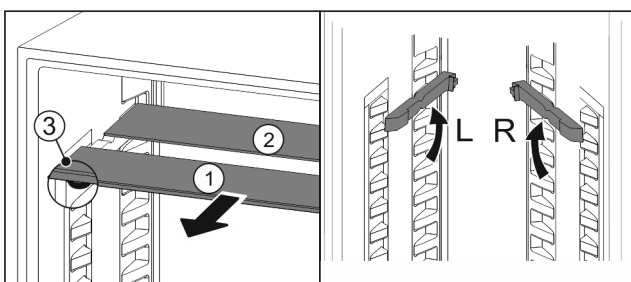

Fig. 53
- ▶ Dra ut Fig. 53 (1) glashyllorna framåt en i taget.
- ▷ Glashyllan Fig. 53 (1) med dekorlisten ligger längst fram.
- ▷ Stoppklackarna Fig. 53 (3) är vända nedåt.